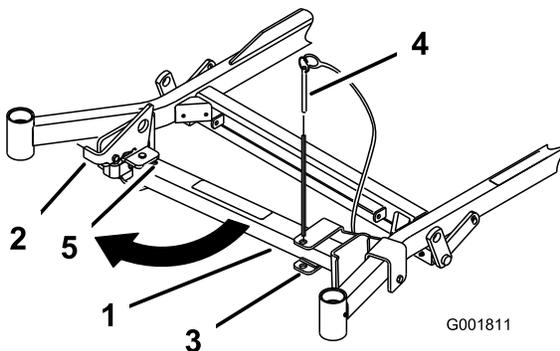
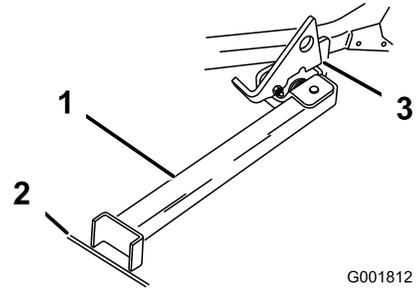

Figure 44
Figure 45
2. Retirez la goupille du support (Figure 44).
4. Dépliez le pied du support et poussez le support vers la machine en l'engageant dans le bas de la fente (Figure 44 et Figure 45).
5. Posez le pied du support sur le sol et appuyez le verrou sur la languette de pivot (Figure 45).
**Remarque:** Pour obtenir des résultats optimaux, placez le pied du support dans des fissures du trottoir ou dans la pelouse (Figure 45).
7. Conduisez la machine sur le support. Arrêtez-vous quand le verrou retombe sur la languette en position verrouillée (Figure 45).
5. Ramenez le support à sa position de repos (Figure 44).